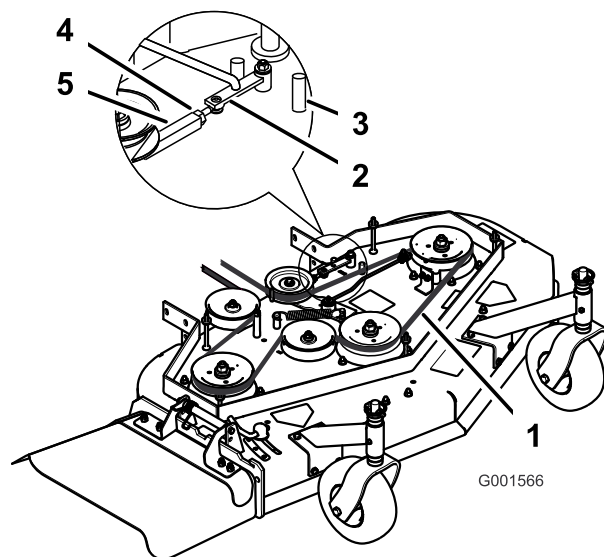

Figura 44
3. Afloje la contratuerca del tensor (Figura 44).